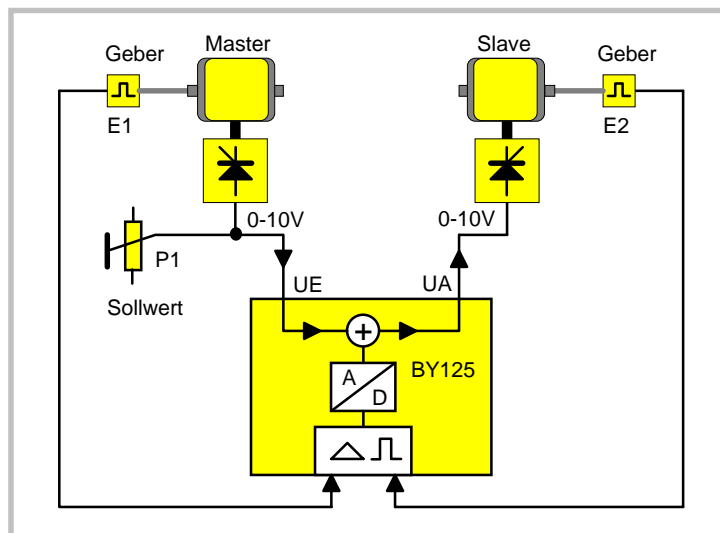

Bild 2
Aus Bild 2 ist ersichtlich, daß zum Betrieb des Folgeantriebes zunächst ein **Grundsollwert** "UE" erforderlich ist, dem dann ein digital erzeugter Korrektursollwert überlagert wird. Es ist leicht einzusehen, daß dieser Grundsollwert proportional zum Istwert der Master- Drehzahl sein muß.
- a) Verwendung des Sollwertes des Masterantriebes ( wie in Bild 2 gezeigt ) Dies setzt voraus, daß im Masterantrieb selbst keine nennenswerten Hochlauf- oder Rücklauf Rampen programmiert sind, weil ja sonst bei Beschleunigung oder Bremsung die Spannung UE nicht mit der tatsächlichen Masterdrehzahl übereinstimmt. Verfahren a) darf also nur angewendet werden, wenn der Sollwert UE bereits die Rampenfunktion enthält ( z. B. wenn die Rampe von einer SPS oder einem Motorpotentiometer erzeugt wird ), und die internen Rampen des Antriebes selbst auf Null oder Minimalwert programmiert sind. Eine eventuell vorhandene Istwertspannung ( z. B. von einem Tachosignal) kann dagegen bedingungslos verwendet werden.